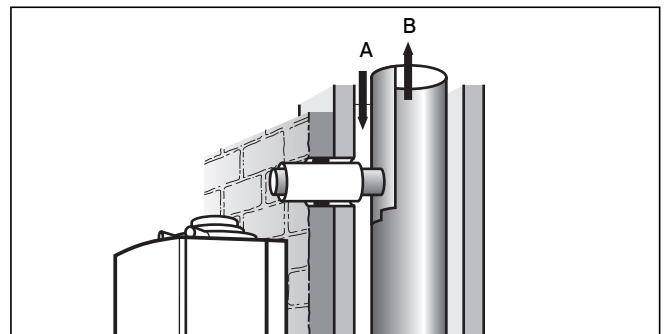

Abb. 6.12 Abgasrohr auf Länge kürzen und Luftrohr einsetzen
- Erstellen Sie am Luft-Abgas-System einen Anschluss gemäß Abb. 6.12 und entsprechend den Montage-maße in Kapitel 3. Diese Abmessungen erlauben die seitliche Geräteinstallation oder die Installation unmittelbar an der Vormauerung.